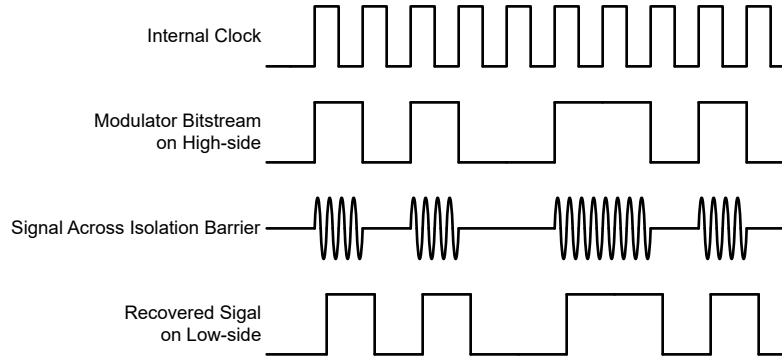

图 7-1. 基于 OOK 的调制方案
AMC3311 使用开关键控 (OOK) 调制方案 (如图 7-1 所示)，跨过基于  $\text{SiO}_2$  的隔离栅来传输调制器输出比特流。功能模块图 中描述的发送驱动器 (TX) 跨过隔离栅发送一个内部生成的 480MHz 载波来表示数字一，不发送信号则指示数字零。